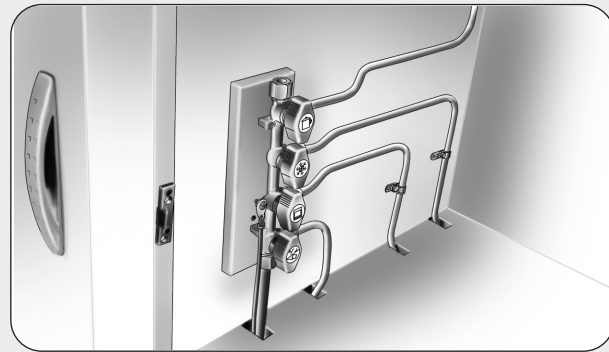

fig. 11
- ❑ Le gaz de la bouteille amovible, dotée d'une vanne de fermeture, arrive aux différents appareils en passant à travers un manodétendeur et une centrale de distribution ayant plusieurs robinets **fig. 11**, un pour chaque appareil; la centrale est située à l'intérieur du meuble de cuisine ou d'un placard.